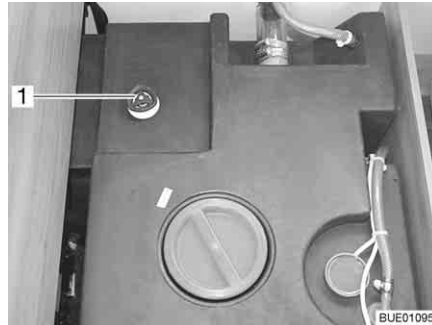

Fig. 129 Serbatoio dell'acqua con maniglia girevole
- Sul serbatoio dell'acqua, ruotare la maniglia girevole (Fig. 129,1) in senso orario fino all'arresto.
- Sul serbatoio dell'acqua, ruotare la maniglia girevole (Fig. 129,1) in senso antiorario fino all'arresto. L'acqua fuoriesce fino a 60 litri.